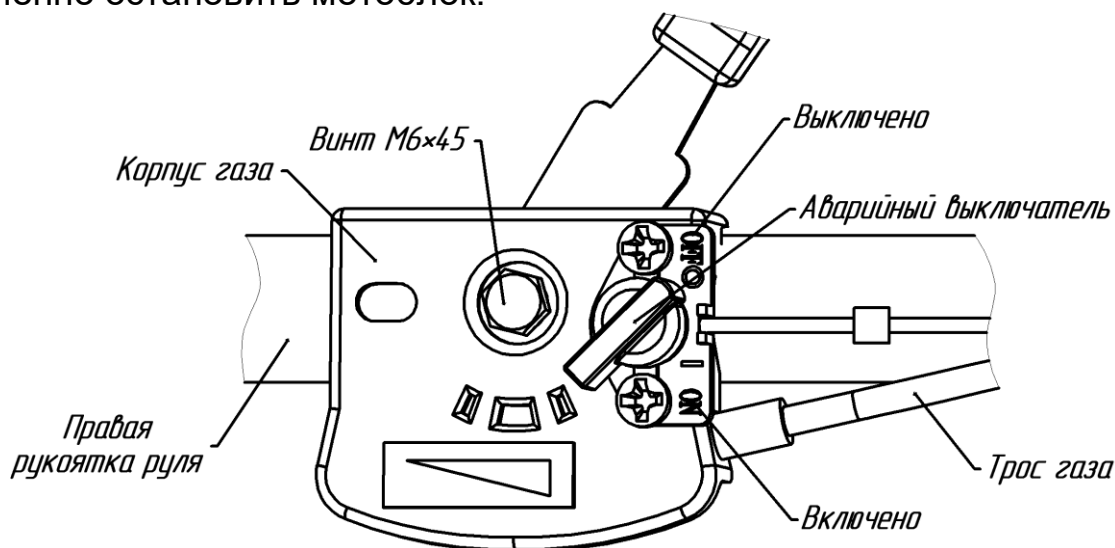

Рис.10. Механизм управления дроссельной заслонкой (газом) двигателя.
- установить ручку газа на рукоятке руля в положение " O " ("СТОП") (рис.6) или аварийный выключатель в положение "OFF" (рис.10);